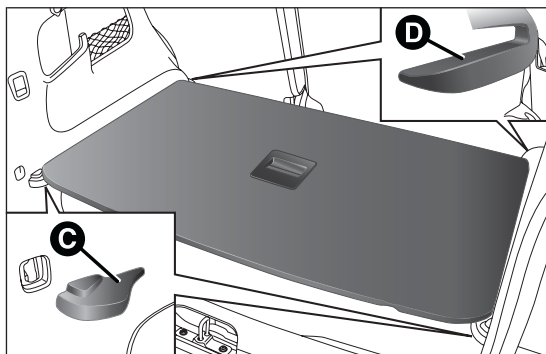

fig. 93
- positionner correctement le plan B sur les logements C et D fig. 93 correspondants situés sur les flancs latéraux.